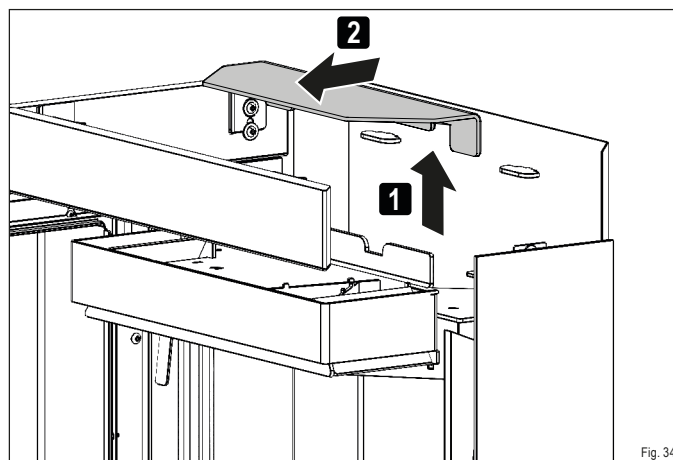

Fig. 34
- Libérez vers le haut le déflecteur acier supérieur (Fig. 34).